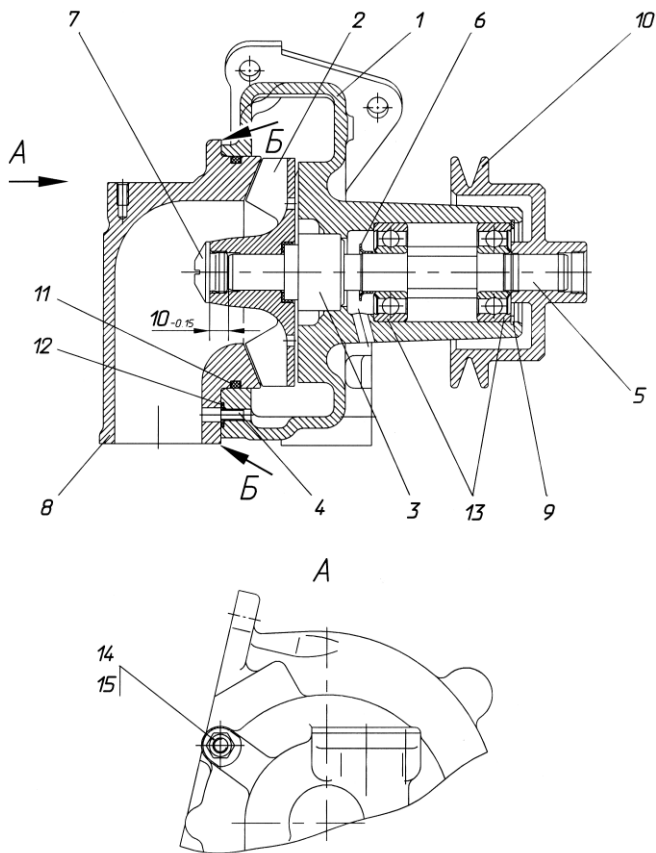

Рис. 88. Водяной насос:
- 5 Отвернуть гайки 14 (рис. 88) патрубка 8.
- 12 Извлечь из канавки корпуса 1 (рис. 88) насоса стопорное кольцо 9.
- 2 Напрессовать на вал 5 (рис. 88) подшипники 13 и водосбрасыватель 6. При этом необходимо:
- 9 Напрессовать крыльчатку 2 в сборе с манжетой и уплотнительной втулкой на вал 5 (рис. 88). При этом необходимо:
- установить крыльчатку ив валу в размер $10_{-0,15}$ мм (рис. 88) между торцом вала и торцом ступицы крыльчатки. Для этого необходимо при запрессовке установить на торец вала диск диаметром не более 13 мм и высотой $10_{-0,15}$ мм.